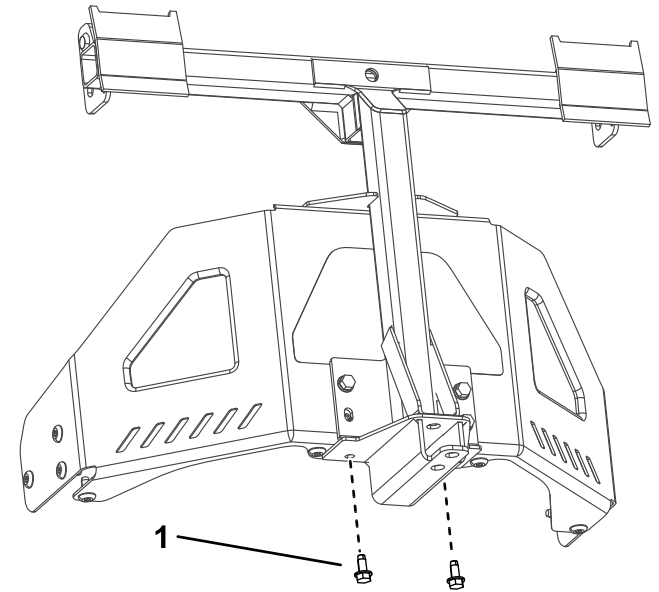

図 7
3. ピボットフレームを、機体フレームの底部に固定するタッピングねじ5/16 x 3/4"2本を使用して 図 7 のように取り付ける。